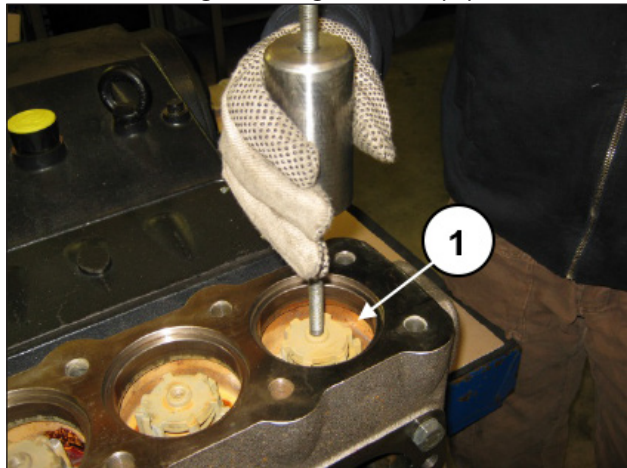

Fig. 95
- D) Extraire l'ensemble guide de soupape de refoulement à l'aide d'un extracteur à inertie (réf. 27516400) à appliquer sur le trou M10 du guide de soupape (rep. ①, Fig. 95) ou, en complément, un adaptateur M10-M16 (réf. 25089700) à fixer sur le filetage M16 du guide de soupape.